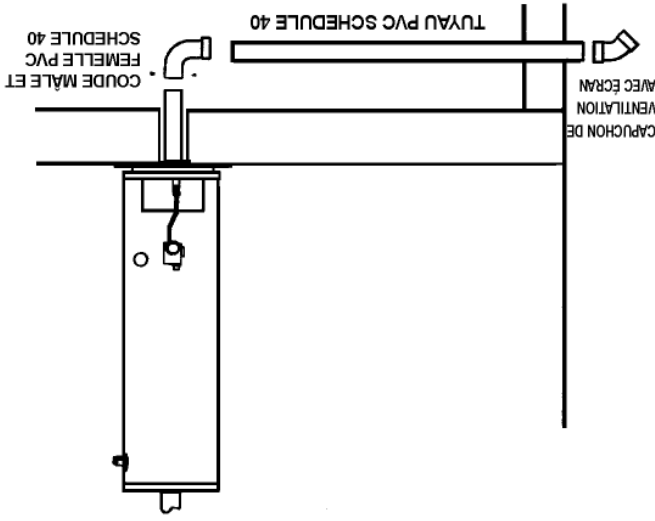

FIGURE 20.
4. Attachez un coude mâle et femelle PVC de 7,62 cm (3 po) ou de 10,16 cm (4 po) à l'entrée d'air de ventilation en métal en utilisant 3 vis à tôle. Continuez avec le tuyau en PVC jusqu'au mur extérieur et terminez avec un capuchon et un écran de ventilation, voir Figure 20.